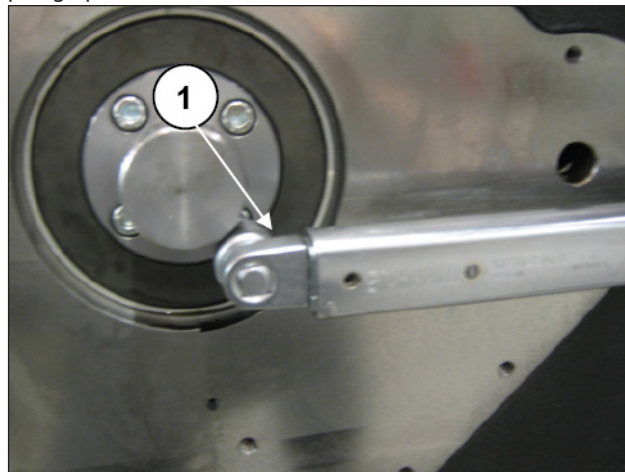

Fig. 123
Insérer la languette sur la tige de commande de la pompe à huile (rep. ①, Fig. 123).